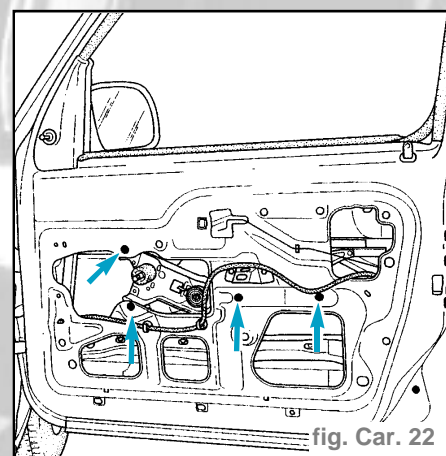

fig. Car. 22
- Après dépose de la garniture, mettre la vitre en position basse, déposer les fixations du mécanisme (fig. Car. 22).